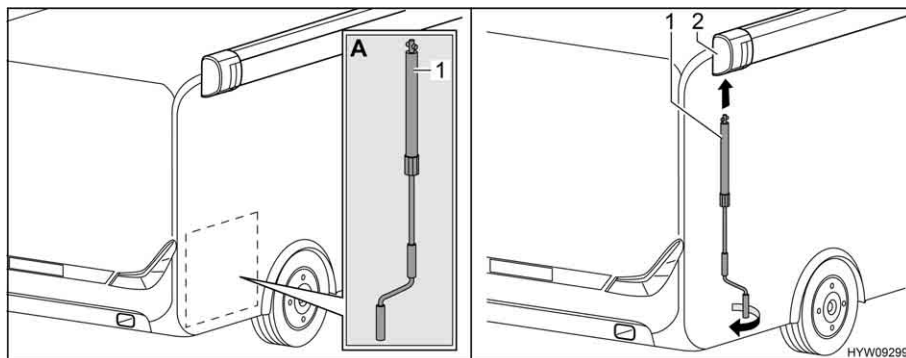

Fig. 42 Applicazione manovella
- Prelevare la manovella (Fig. 42,1) dal garage di coda (Fig. 42,A).
- Inserire la manovella nel supporto a baionetta (Fig. 42,2) della tenda.